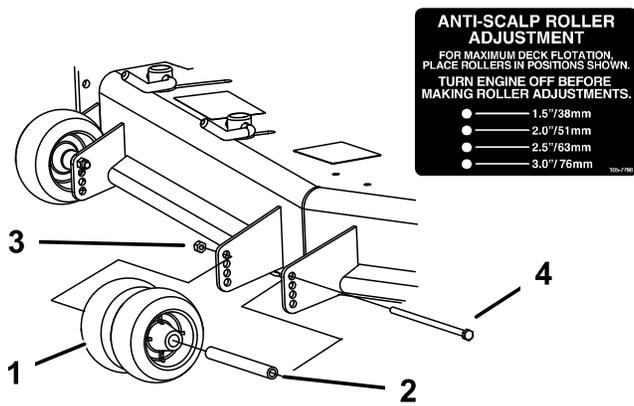
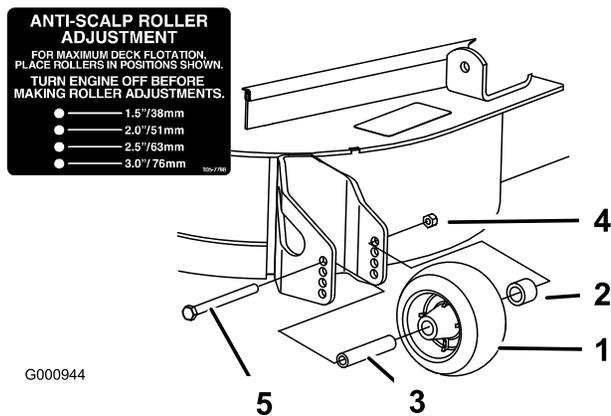

Figure 24
Figure 25
3. Après avoir réglé la hauteur de coupe, réglez les galets en retirant l'écrou à collerette, la bague, l'entretoise et le boulon (Figure 23, Figure 24 et Figure 25).
Remarque: Les deux galets centraux ne sont pas munis d'entretoise (Figure 24).
5. Posez l'écrou à embase, la bague, l'entretoise et le boulon. Serrez à 54–61 Nm (40–45 pi-lb) (Figure 23, Figure 24 et Figure 25).